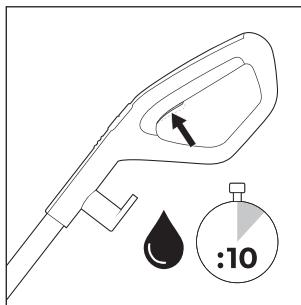
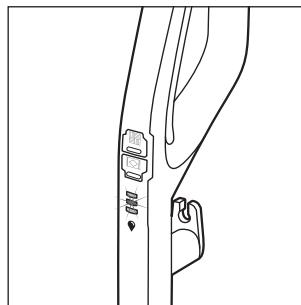

Abb. 14
Abb. 15
- ♦ Halten Sie vor jedem Gebrauch den Schalter Reinigungslösung ⑮ für ca. 10 Sekunden gedrückt, um die Bürstenrolle ⑥ mit Reinigungslösung betriebsbereit zu machen (siehe Abb. 14). Die Anzeige Reinigungslösung ⑯ ⑯ blinkt abwechselnd blau auf, wenn der Schalter Reinigungslösung ⑮ gedrückt gehalten wird (s. Abb. 15).